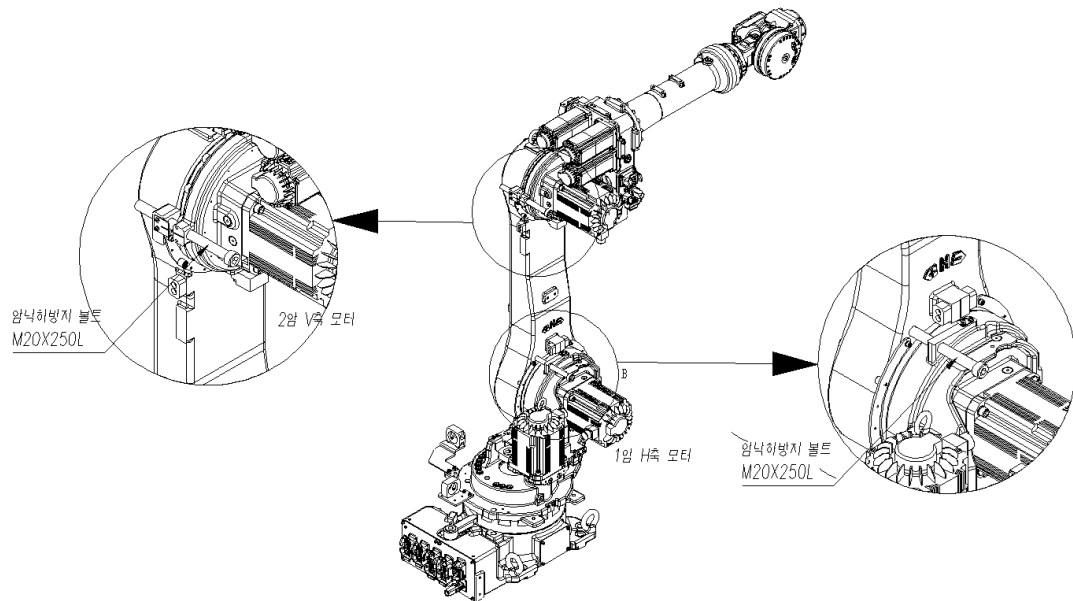
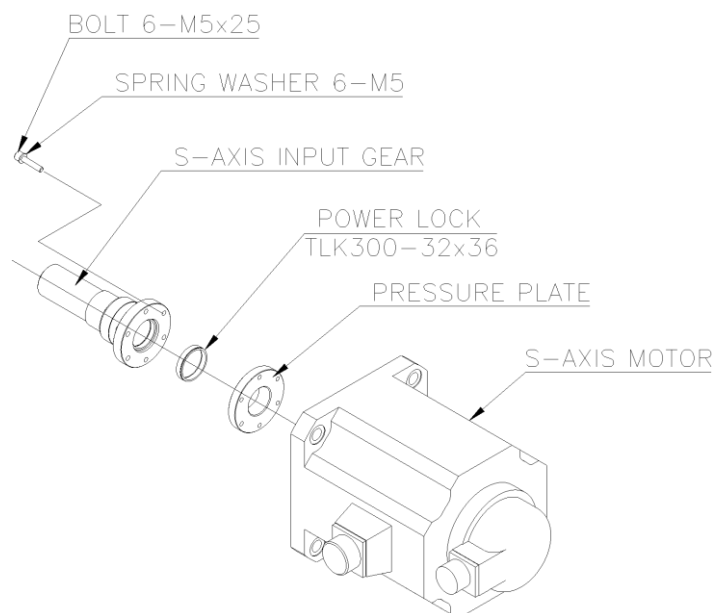

图 6.1 1 杆臂 (H 轴)、2 杆臂 (V 轴) 固定用螺栓插入位置
图 6.2 S 轴电机安装
- (1) 把控制器转换为示教模式、使之设备处于运行准备[ON]状态。未处于运行准备[ON]时、应采取措施防止臂部降落、并确认是否正确固定。然后从(4)作业开始进行。
- (2) 替换电机的轴应采取基本姿势。
- (3) 涉及到主轴(S、H、V)时: 参考【图 6.1】和【图 6.2】。